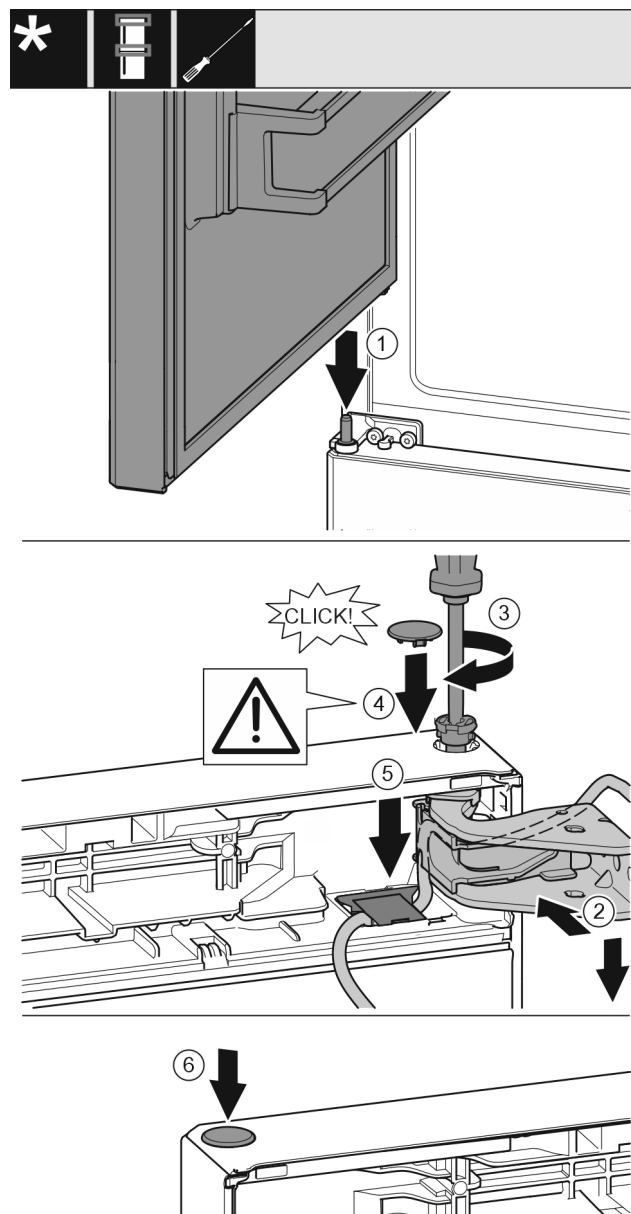

Fig. 40
- Obere Tür auf mittleren Lagerbolzen setzen Fig. 40 (1)
- Tür oben zur Öffnung im Lagerbock ausrichten. Fig. 40 (2)
- Bolzen einsetzen und mit Schraubendreher T15 festschrauben. Fig. 40 (3)
- Sicherungsabdeckung zur Sicherung der Tür montieren: Sicherungsabdeckung einsetzen und kontrollieren ob sie auf der Tür aufliegt. Ansonsten Bolzen vollständig einsetzen. Fig. 40 (4)
- ▶ Abdeckung einsetzen und nach unten drücken bis sie einrastet. *Fig. 40 (5)*
- ▶ Stopfen einsetzen. *Fig. 40 (6)*